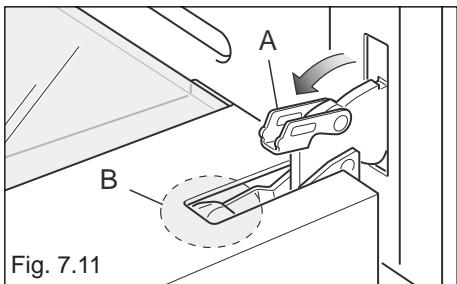

Fig. 7.11
- Ouvrez entièrement le levier "A" sur les charnières de gauche et de droite (fig. 7.11).
- Refermez doucement la porte jusqu'à ce que les leviers "A" des charnières gauche et droite s'accrochent sur la partie "B" de la porte (fig. 7.11, 7.12).